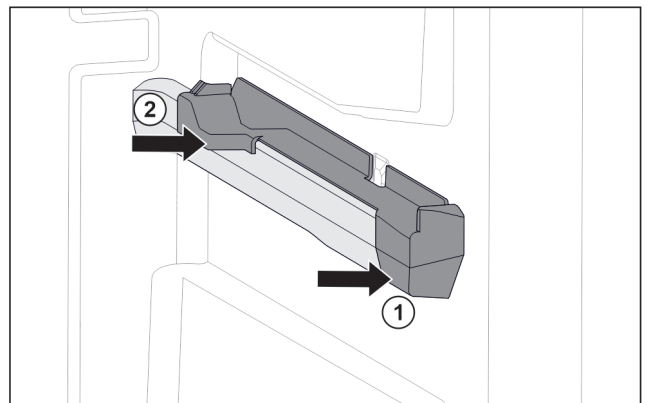

Fig. 103 Insteekeslement op rechter containerrib
- Insteekeslement voor tegen containerrib plaatsen. Fig. 103 (1)
- Insteekeslement achter aandrukken. Fig. 103 (2)